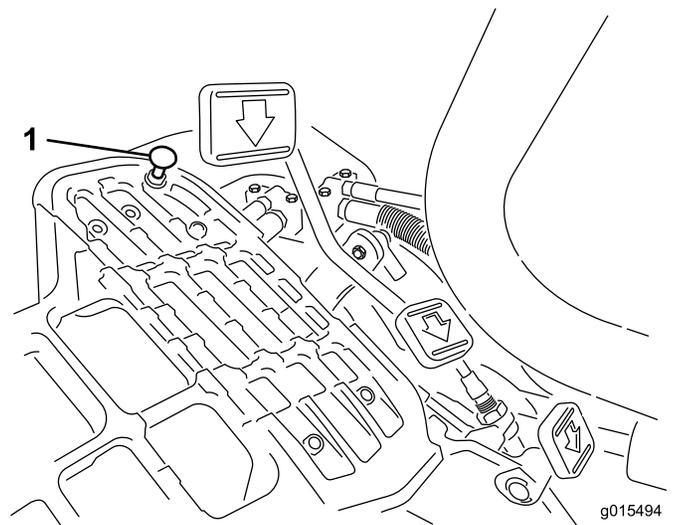

図 32
1. モードレバーを移動走行位置にセットし、ペダルストップを固定しているロックナットをゆるめる 図 32。
モードレバーを移動走行位置にセットし、ペダルを一杯に踏み込めば最高速度となります。ケーブルに張力が掛かる前にペダルがストップ 図 32 に当たる場合には調整が必要です。